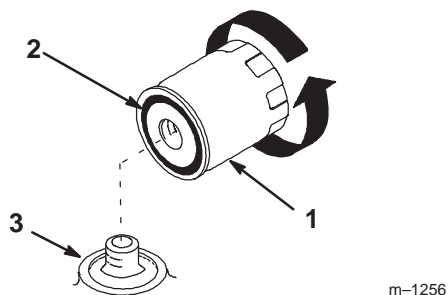

Figure 27
2. Déposez le filtre à huile usagé et essuyez la surface du joint de l'adaptateur (Fig. 27).
3. Appliquez une fine couche d'huile neuve sur le joint en caoutchouc du filtre de rechange (Fig. 27).
4. Posez le filtre à huile de rechange sur l'adaptateur. Tournez le filtre dans le sens horaire jusqu'à ce que le joint en caoutchouc rejoigne l'adaptateur, puis donnez 3/4 tour supplémentaire (Fig. 27).